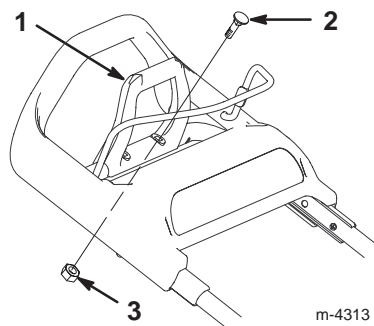

Figure 6
3. Placez la poignée d'aide au déplacement sur les trous de la barre de la partie supérieure du mancheron (Fig. 6). Vérifiez que la courbe en haut de la poignée d'aide au déplacement est dirigée vers l'arrière.
4. A l'aide des boulons de carrossier et des contre-écrous fournis dans le kit, fixez la poignée à la barre (Fig. 6). Serrez les contre-écrous jusqu'à ce que la poignée d'aide au déplacement ne plie plus, mais **ne les serrez pas excessivement**.